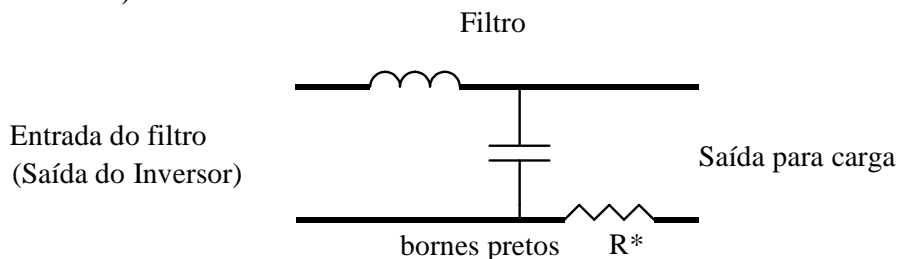

Figura 6.11 Filtro passivo
- Coloque o filtro LC na saída do inversor. Na *saída* do filtro LC (no borne preto) conecte um resistor de 1 ohm, conforme mostra a figura 6.11, sobre o qual será observada a corrente. Na saída para a carga coloque a lâmpada 127V/40W.
- No sinal filtrado, explique eventuais distorções nas vizinhanças do cruzamento com o zero (veja o item 6.7)